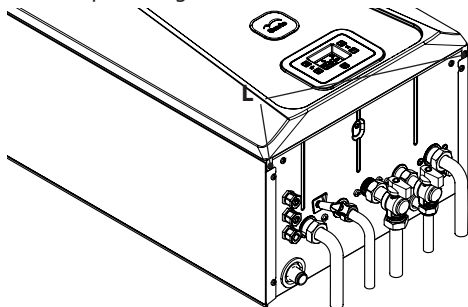
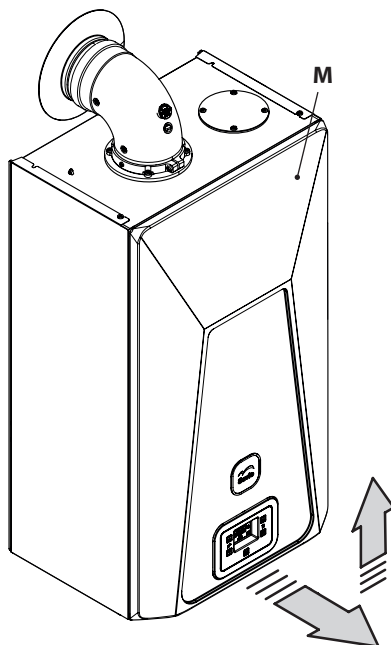

Figura 5.30
Figura 5.31
- Svitare le viti **L** (Figura 5.30) e rimuovere il pannello frontale **M** tirandolo a sé e quindi spingendolo verso l'alto in modo da liberarlo dalle sedi superiori Figura 5.31.